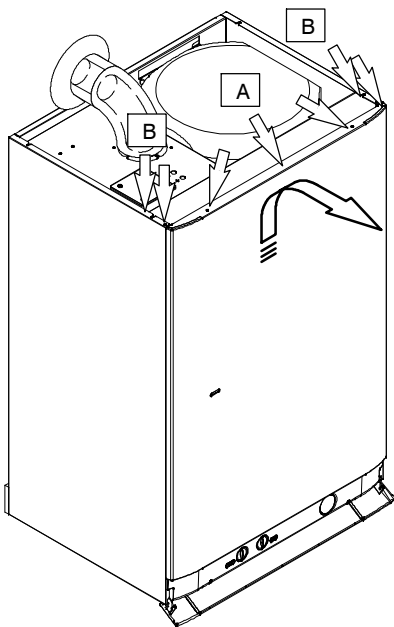

fig. 9.1
- 1 Aflojar los tornillos "A". Retirar el panel frontal desplazándolo hacia arriba de modo que se suelte de los ganchos de abajo fig. 9.1
- 2 Aflojar los tornillos "B" fig. 9.1 y quitar las travesa.